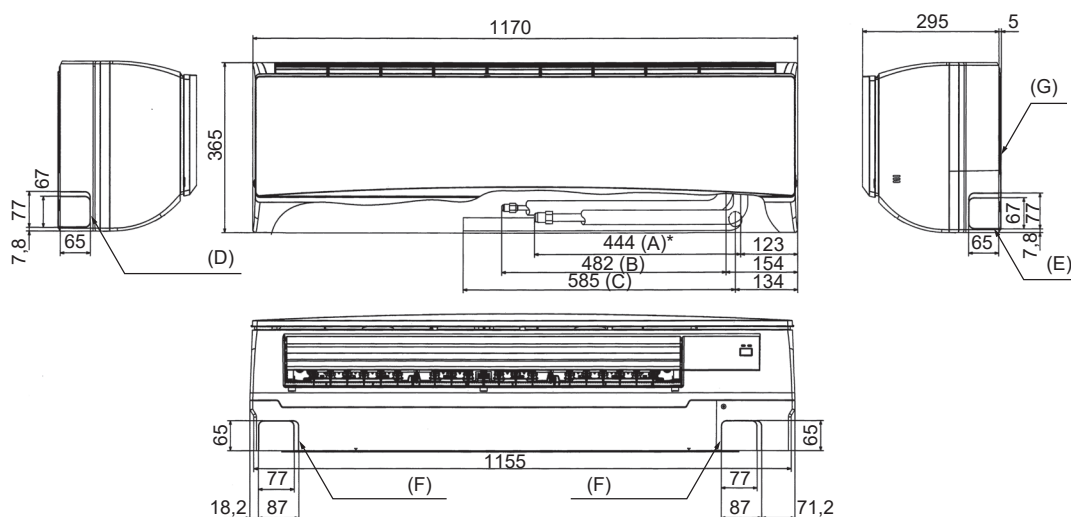

Fig. 4-3
4.4. Colocación de los tubos del refrigerante y de drenaje (Fig. 4-3)
- (A) Tubo de gas